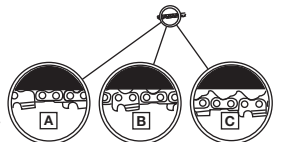

Fig. 11
**NOTA:** Una cadena y barra nueva requerirán un reajuste después de por lo menos 5 cortes. Esto es normal dentro del periodo de acondicionamiento, y el intervalo dentro de los próximos ajustes se alargará pronto (Fig. 11).